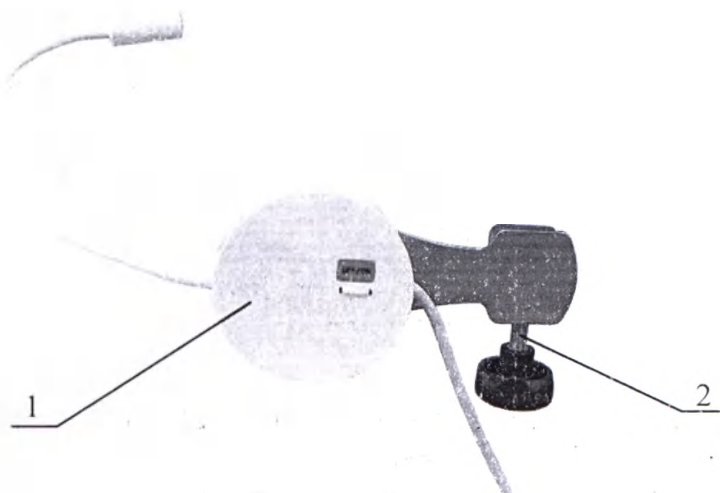

Рисунок 10. Светильник смотровой.
10. Светильник смотровой. (Рисунок 10). Устанавливается с помощью встроенного зажима на направляющей планке кресла гинекологического. Работает от сети питания $\sim(230\pm23)\text{В}$, $(50\pm0,1)$ Гц. Для подключения необходимо использовать розетку с защитным заземлением.